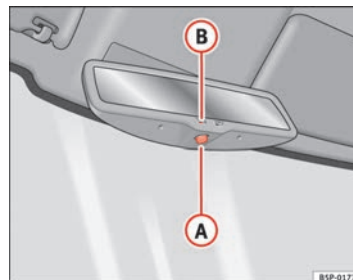

Fig. 67 Retrovisor interior com regulação automática para posição de antiencandeamento.
- Premir o botão **A** ⇒ Fig. 67. O aviso de controlo **B** apaga-se. ►
- Premir o botão **A** ⇒ Fig. 67. O aviso de controlo acende-se.